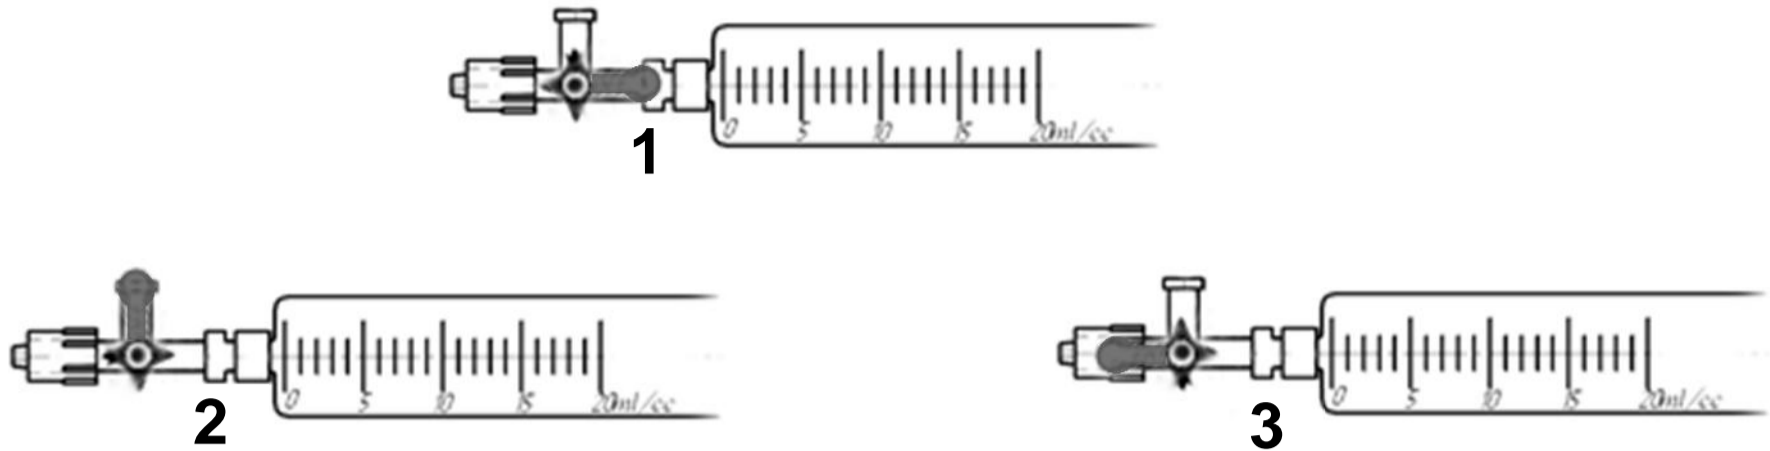

Рис. 1. Положения ручки трехходового краника на пробоотборнике ELCHROM
7.5. Поверните ручку трехходового краника в позицию **2** (Рис. 1) и оттяните поршень.